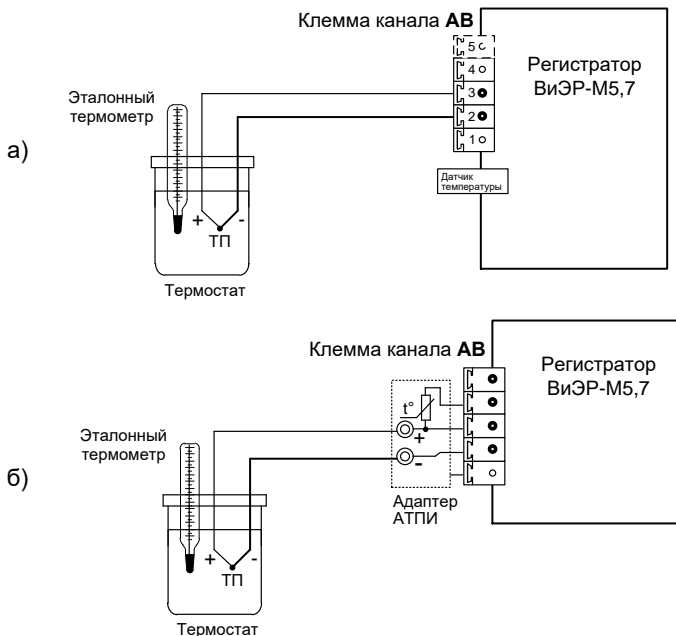

Рисунок 3.1 Схема подключения регистратора при определении погрешности компенсации значения температуры ХС:
* Регистратор может комплектоваться адаптерами для компенсации Тхс АТПИ (стр. 5), проверка компенсации Тхс в этом случае проводится с указанием в поле «Изм-е Тхс» номер того канала, к которому подключен соотв. адаптер (см. рисунок 3.1).